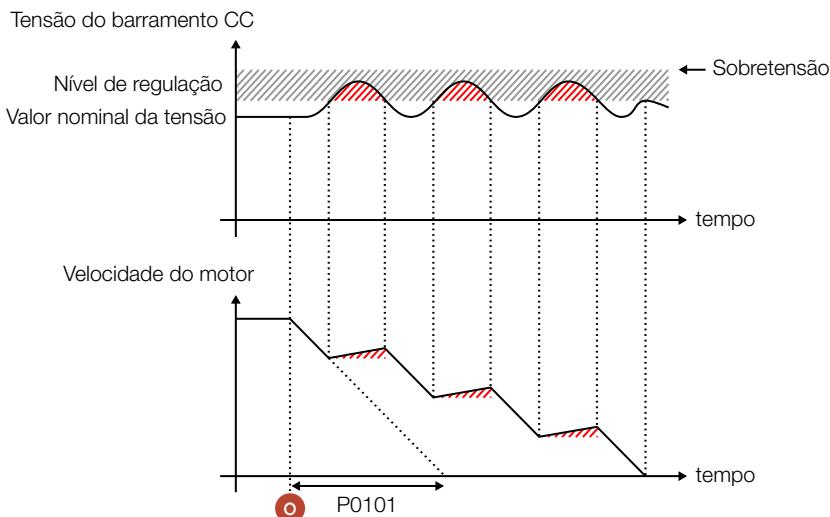
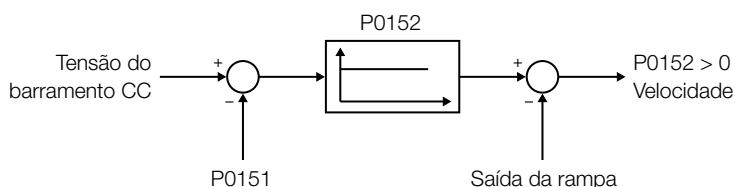

Figura 5.16: Desaceleração com holding de rampa
Figura 5.17: Diagrama de blocos da regulação da tensão do barramento CC
Holding de rampa - Quando a tensão do barramento CC atingir o nível de regulação durante a desaceleração, o tempo da rampa de desaceleração é estendido e é mantida a velocidade em um valor constante, até o momento que a tensão do barramento CC saia do nível de atuação. Consulte a Figura 5.16 na página 5-23. Essa regulação da tensão do barramento CC (holding de rampa) tenta evitar o bloqueio do inversor por erro relacionado a sobretensão no barramento CC, quando ocorre a desaceleração com cargas de alta inércia ou com tempos de desaceleração pequenos.
Quando a tensão do barramento CC atingir o nível de regulação durante a desaceleração, o tempo de desaceleração é estendido e o motor é acelerado até o momento que a tensão do barramento CC saia do nível de atuação. Consulte a Figura 5.16 na página 5-23 e a Figura 5.17 na página 5-23.
- Consulte o P0151 (com controle V/F) e a Figura 5.17 na página 5-23.